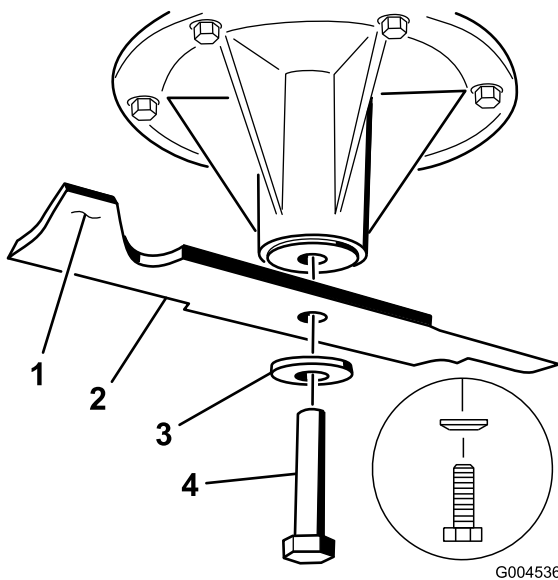

Figure 58
- Pour les tabliers de coupe de 122 cm (48 pouces), enlevez le boulon de lame, la rondelle bombée et la lame de l'axe de pivot (Figure 58).
**Remarque:** Si la lame est déséquilibrée, limez un peu l'extrémité de la partie relevée seulement (Figure 58).
- Placez la lame sur l'axe (Figure 58).
**Important:** Pour obtenir une coupe correcte, la partie relevée de la lame doit être tournée vers le haut et dirigée vers l'intérieur du tablier de coupe (Figure 58).
- Sur les tabliers de coupe de 122 cm (48 po), montez la lame, la rondelle bombée et le boulon de lame (Figure 58).